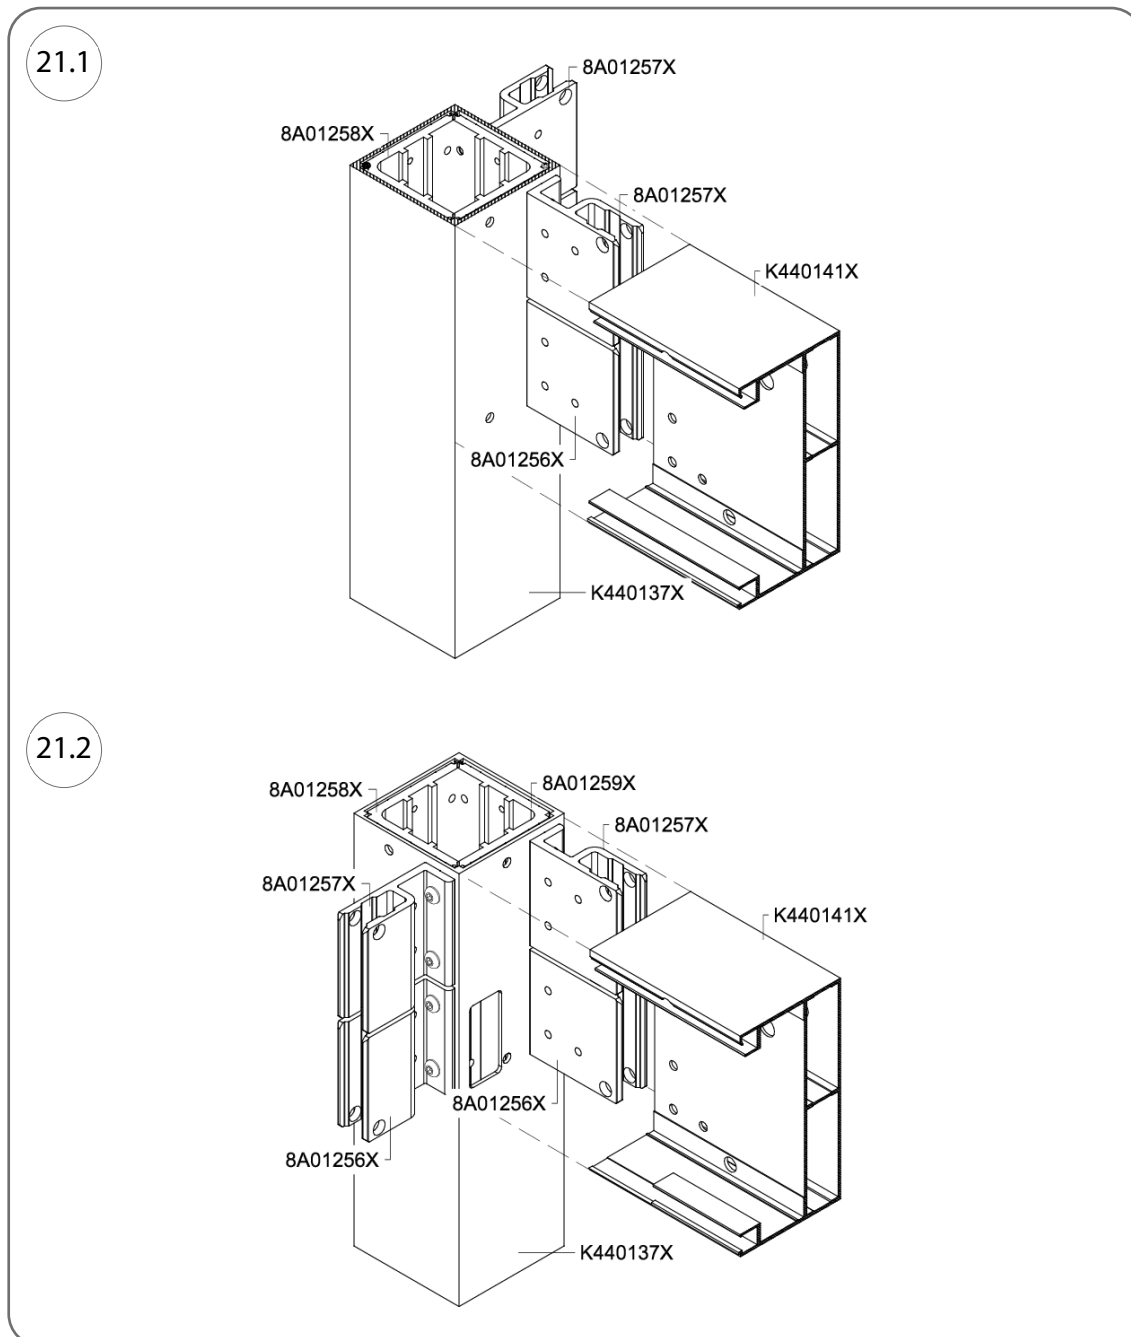
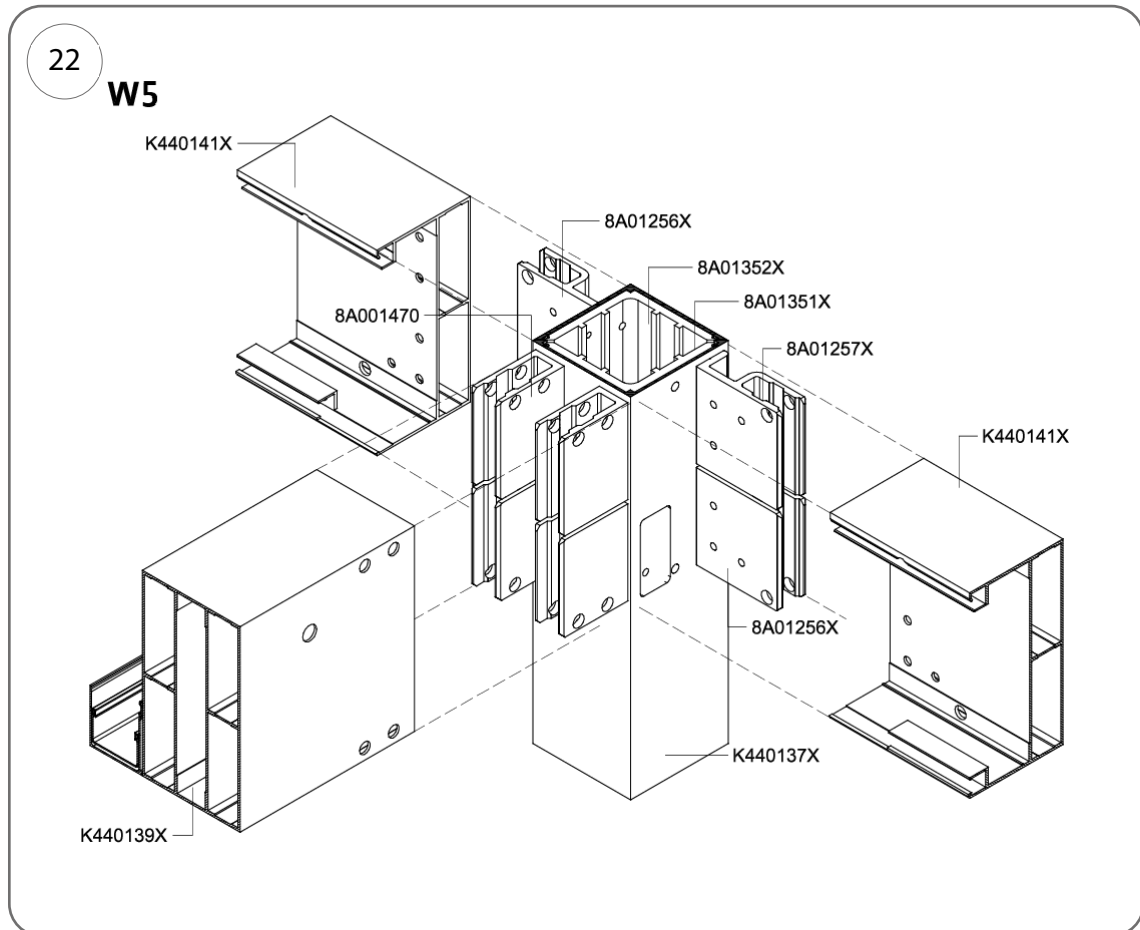
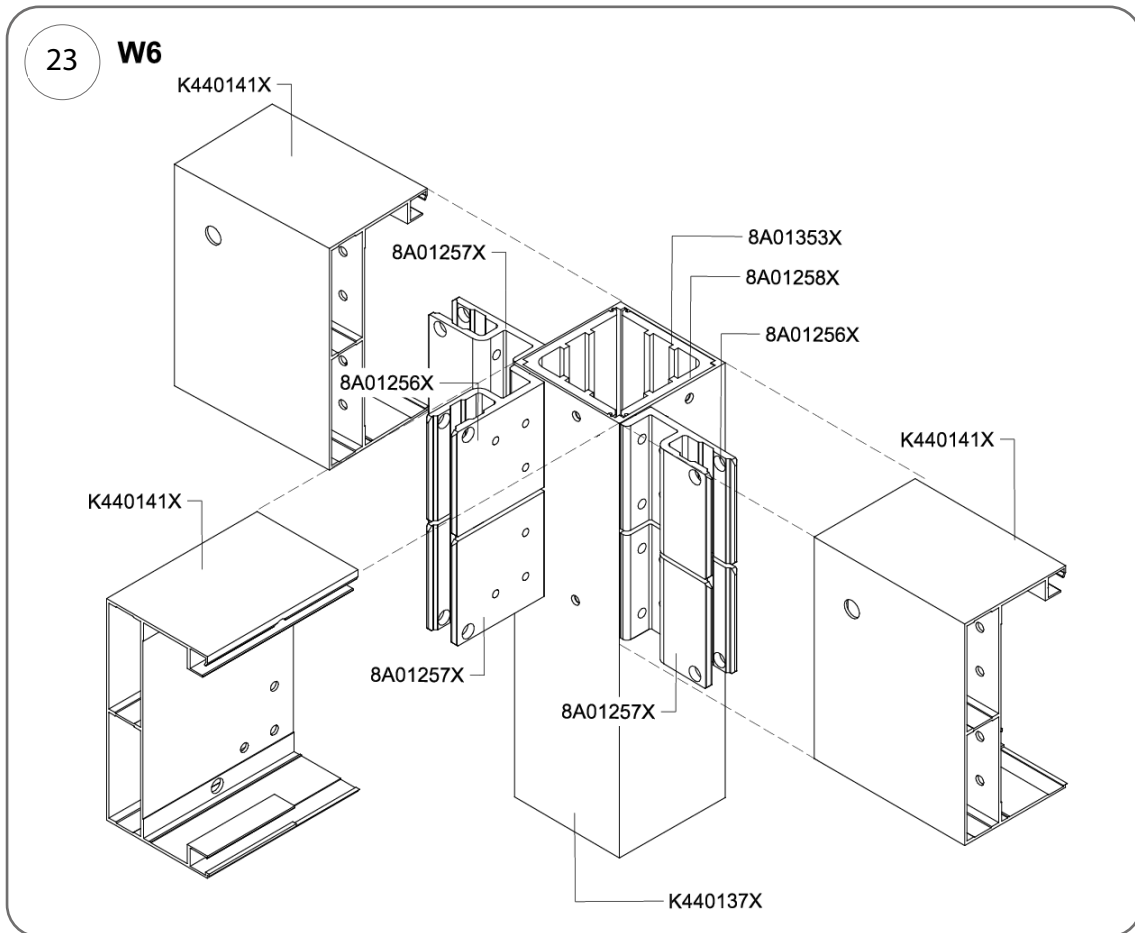

Fig. 21
Fig. 22
Fig. 23
4. Montare i correntini sui dispositivi di fissaggio fissati secondo quanto indicato nelle Fig. 22 e Fig. 23 per collegarli ai montanti.
6. Far passare i bulloni cod. 80371262 (M8 x 90 mm) attraverso i fori nei perni 8A01260X e avvitarli nelle pareti dei connettori dei montanti cod. 8A01258X (sinistra) o 8A01259X (destra) nei nodi W2 e W4, oppure nei connettori cod. n. 8A01353X e 8A01258X nel caso del nodo W6 (Fig. 23) con arcareccio intermedio, pergola longitudinale a doppia campata.
1. Posizionare i correntini sui dispositivi di fissaggio fissati secondo quanto indicato nelle Fig. 21, Fig. 22 e Fig. 23 per collegarli ai montanti.